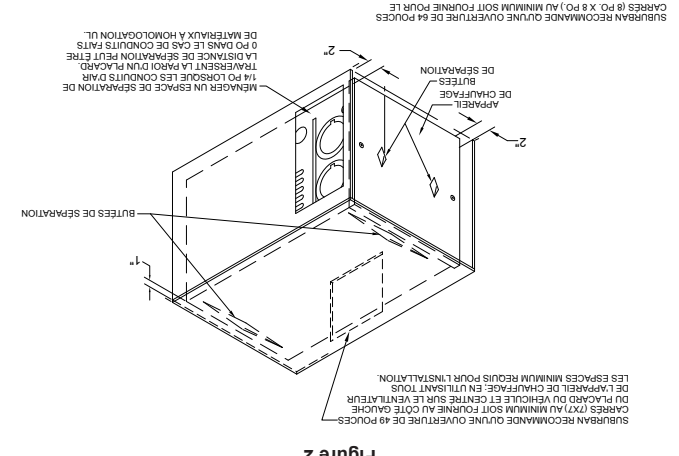

Figure 3
6. Mélangier un espace libre d'au moins 1/4 po aux endroits où les conduits traversent un matériau combustible, comme une paroi de placard (voir la figure 3).
Il y a trois méthodes décrites ci-dessous pour l'installation d'un appareil de chauffage: permittre le libre accès, sans aucun obstacle, à l'appareil. Cette ouverture peut être utilisée pour la circulation d'air de vers l'appareil. Il est également recommandé que l'ouverture soit d'une dimension totale de 64 pouces carrés. Suburban recommande également qu'un véhicule ouvert soit fourni au côté gauche du placard du véhicule et centré sur le ventilateur de l'appareil de chauffage. (Voir Figure 3). Ce sont ici des suggestions pour les emplacements sur des ouvertures de retour d'air. D'autres emplacements et ouvertures peuvent également être utilisés. Peu importe l'emplacement, la superficie de retour d'air vers l'appareil doit être de 113 pouces carrés. (Voir Figure 3)
2. Choisir un emplacement d'installation où il n'y a pas de câblage, tuyauterie, etc. susceptibles de produire des interférences. Respecter les distances minimales de séparation entre l'appareil et les matières combustibles (voir la table 1). Référez-vous à la figure 3 pour l'illustration de l'espace nécessaire autour de l'appareil à travers le mur, pour une épaisseur de mur de 2 1/4 po ou moins, la distance de séparation au sommet et sur les côtés peut être nulle (voir la figure 1).
Espace entre les conduits et les matériaux combustibles dans les limites des pré-miers 3 pieds de l'appareil - 1/4" pouces. (Voir Figure 3)
2. Choisir un emplacement d'installation où il n'y a pas de câblage, tuyauterie, etc. susceptibles de produire des interférences. Respecter les distances minimales de séparation entre l'appareil et les matières combustibles (voir la table 1). Voir à la figure 3 les distances de séparation à respecter.